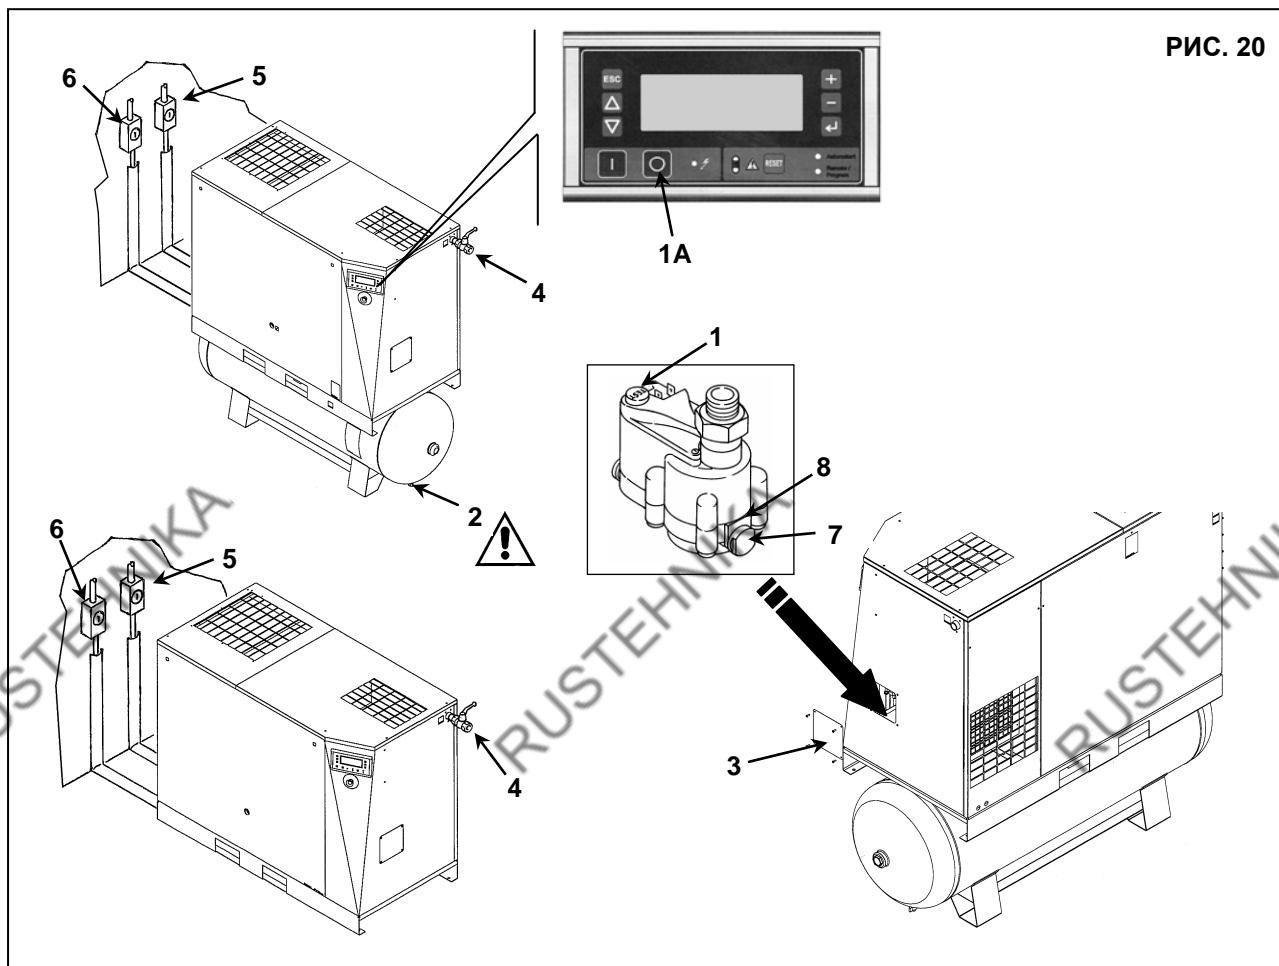

РИС. 20
Необходимо проверить автоматический и ручной слив конденсата (поз. 1 через каждые 500 часов и поз. 2 через каждые 24 часов работы), Рис. 20.
- Снимите панель (поз. 3, Рис. 20)
- Нажмите кнопку "TEST" (поз. 1A, Рис. 20) на несколько секунд для проверки корректности слива конденсата из дренажной трубы.
- Проверьте ручной сброс конденсата из бака, чтобы убедиться, что конденсат корректно удален из клапана, поз. 2, Рис. 20 (ЕЖЕДНЕВНАЯ ПРОДУВКА).
- Закройте пробку (поз. 4, Рис. 20)
- Сбросьте давление осушителя, нажав на кнопку "TEST" сброса конденсата (приблизительно на 10-20 секунд), поз. 1, Рис. 20
- Выключите машину кнопкой (поз. 1A, Рис. 20): при этом машина остановится через 45 секунд работы на холостом ходу.
- Сбросьте давление, повернув кран, поз. 2, Рис. 20.
- Снимите ограничитель (поз. 7, Рис. 20)
- Снимите фильтр (поз. 8, Рис. 20)
- Установите панель (поз. 3, Рис. 20)